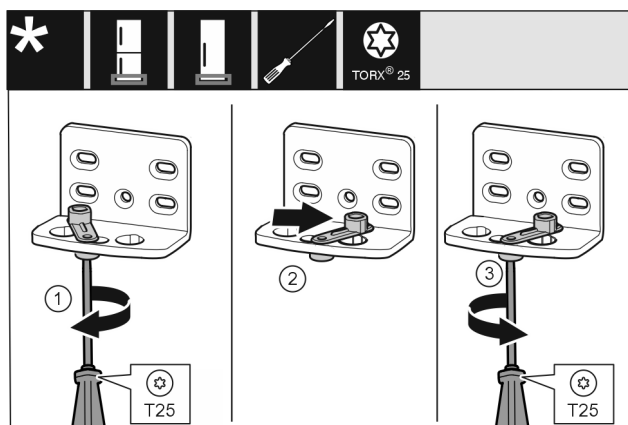

Fig. 14
- ▶ Βιδώστε πρόχειρα τη βίδα με κατσαβίδι T25. Fig. 14 (1)
- ▶ Ανασηκώστε το βοηθημα κλεισίματος πόρτας και περιστρέψτε 90° προς τα δεξιά στην τρύπα. Fig. 14 (2)
- ▶ Σφίξτε τη βίδα με κατσαβίδι T25. Fig. 14 (3)